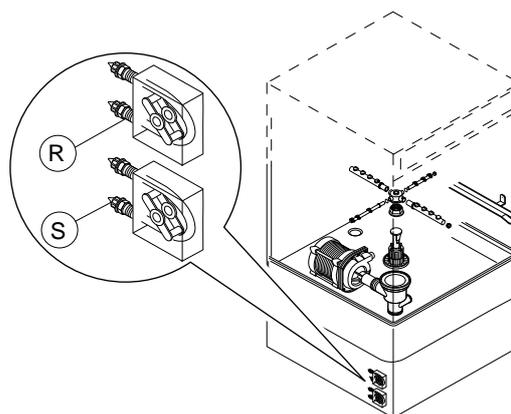

Fig. 1 Panoramica dosatori automatici
1. Lavastoviglie con dosatore detergente liquido incorporato (Fig. 1)
2. Lavastoviglie con pompa dosatore brillantante peristaltico incorporata (Fig. 1)